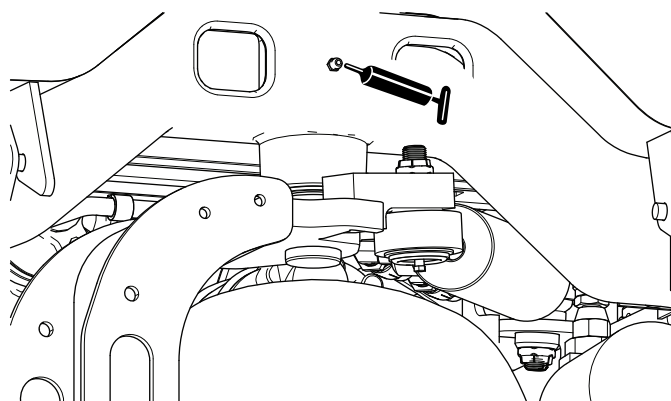

Figure 52
- Pivot de direction (Figure 52)